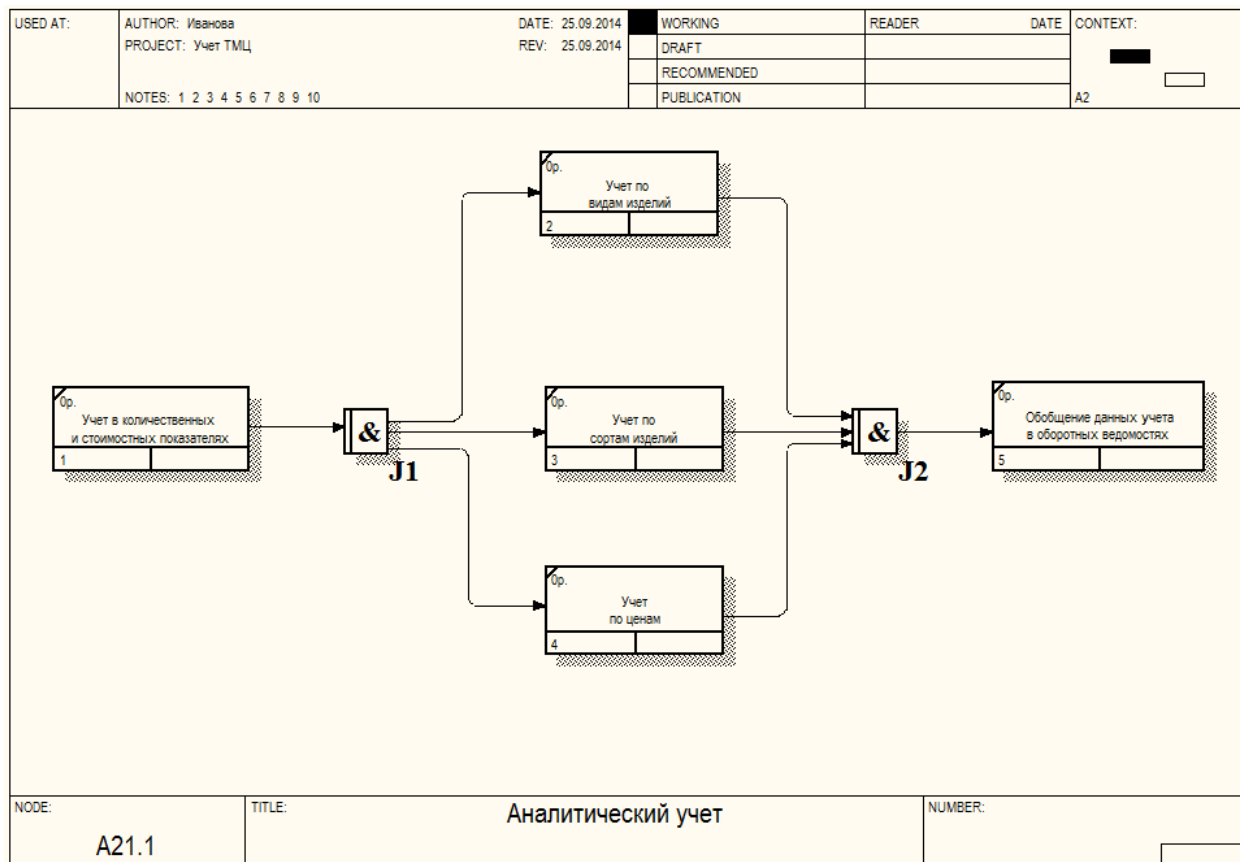

Рис. 49. Декомпозиция A21.1 Аналитический учет
4. С помощью кнопки *Junction Tool (Перекресток)*  на панели инструментов модели создайте два перекрестка типа *Асинхронное И (AND)* и свяжите работы с перекрестками, как показано на рис. 49.